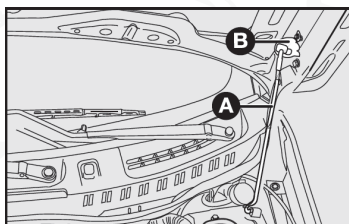

fig. 73
3) Levante el cofre por la parte central y al mismo tiempo, libere la varilla de fijación A-fig. 73 de su dispositivo de bloqueo;